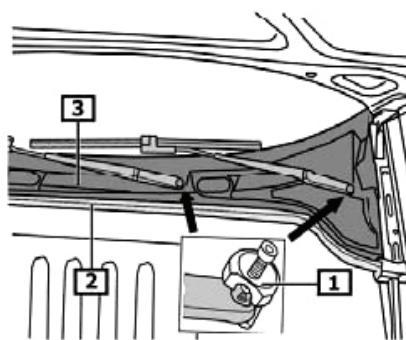

Fig. 3:
- **Fig. 3** Gummidichtung (2) abziehen und Abdeckung der Scheibenwischerarme (3) abclipsen.
- Befestigungsmutter (1) der Scheibenwischerarme lösen.
- **Fig. 3** Remove rubber seal (2), and unclip cover for windshield wipers (3).
- Unscrew attachment nuts (1) on windshield wipers.
- **Fig. 3** Déclipser le joint en caoutchouc (2) et le capuchon des balais d'essuie-glace (3), desserrer l'écrou de fixation (1) des balais d'essuie-glace.
- **Fig. 3** Desprender la junta de goma (2) y retirar la cubierta de los limpiaparabrisas (3).
- Soltar la tuerca de sujeción (1) de los limpiaparabrisas.